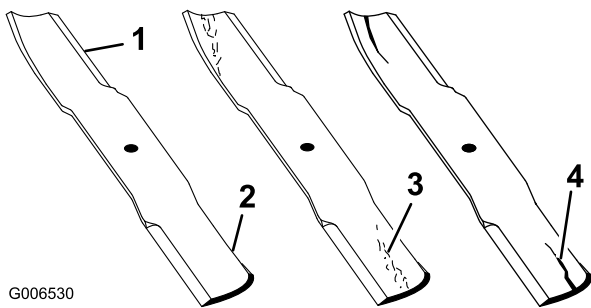

Bild 61
1. Untersuchen Sie die Schnittkanten (Bild 61). Entfernen und schärfen Sie die Messer, wenn die Schnittkanten nicht scharf sind oder Auskerbungen aufweisen. Siehe "Schärfen der Messer".
2. Prüfen Sie die Schnittmesser, insbesondere den gebogenen Bereich (Bild 61). Wenn Sie Schäden, Verschleiß oder Rillenbildung in diesem Bereich feststellen (Bild 61), sollten Sie sofort ein neues Schnittmesser einbauen.